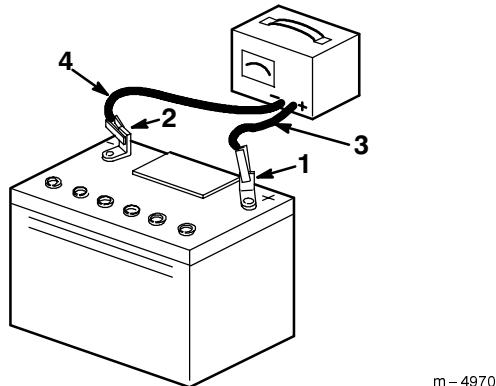

Figure 19
4. Quand la batterie est chargée au maximum, débranchez le chargeur de la prise, puis débranchez les fils du chargeur des bornes de la batterie (Fig. 19).